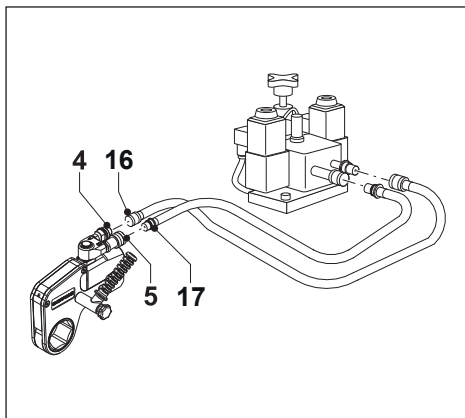

Рис. 8
3.5 Подключение шлангов (рис. 8)